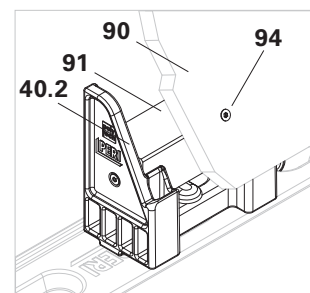

Fig. A4.07
- sur le côté chanfreiné (40.2) comme goulotte de remplissage. (Fig. A4.07)